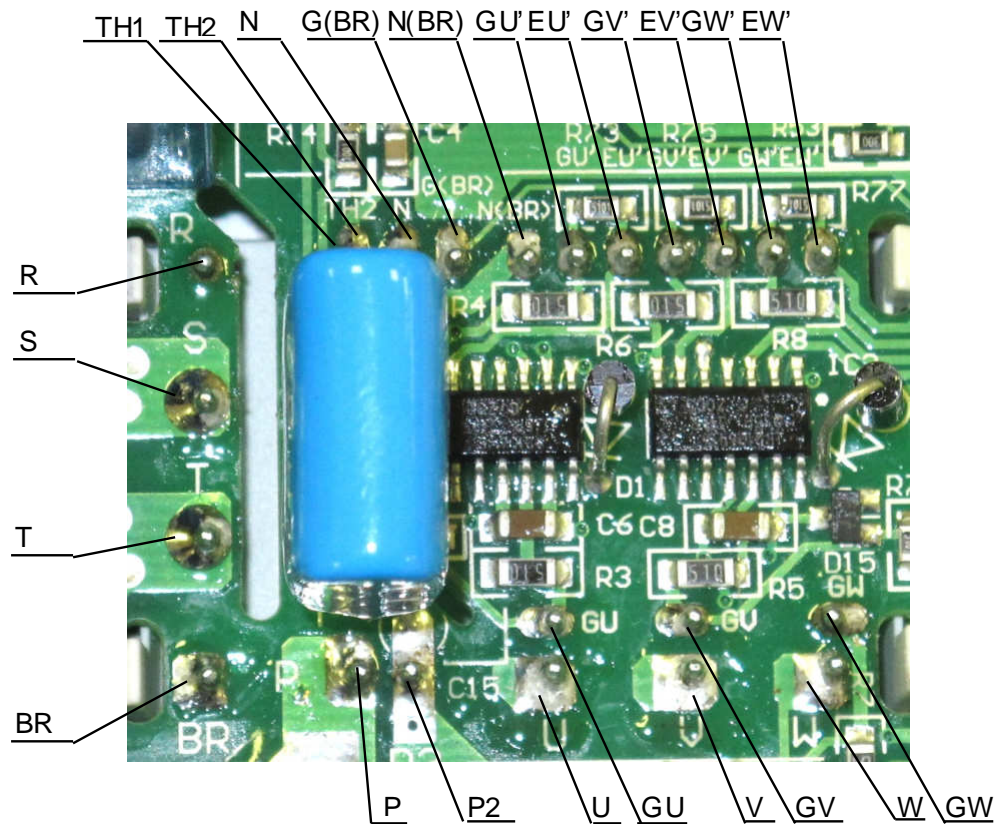

Рис. 7.8.
7.2.4. Пять 23 контакта матрицы: EW', GW', EV', GV', EU', GU', N(BR), G(BR), N, TH1, TH2, R, S, T, BR, P, P2, U, GU, V, GV, W, GW (рис. 7.8).